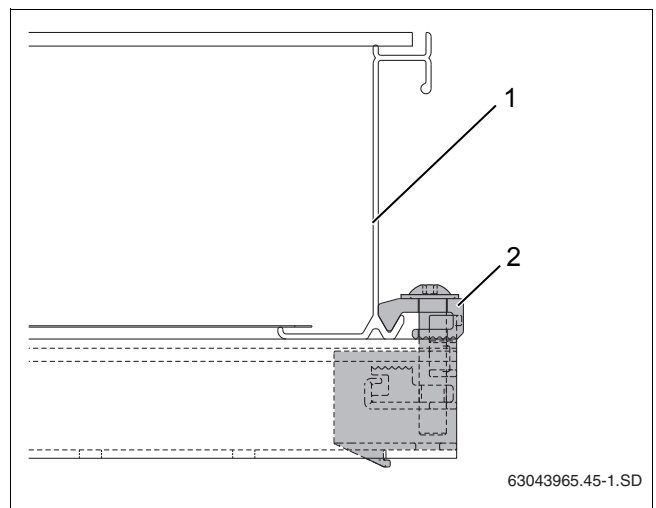

Рис. 46 Установленный односторонний зажим
- ▶ Осторожно сдвиньте коллектор (рис. 46, [1]) к одностороннему зажиму и выровняйте в горизонтальной плоскости.
- ▶ Ключом SW 5 закрепите зажим (рис. 46, [2]).
Теперь прижим (рис. 46, [2]) находится в нижней кромке коллектора.